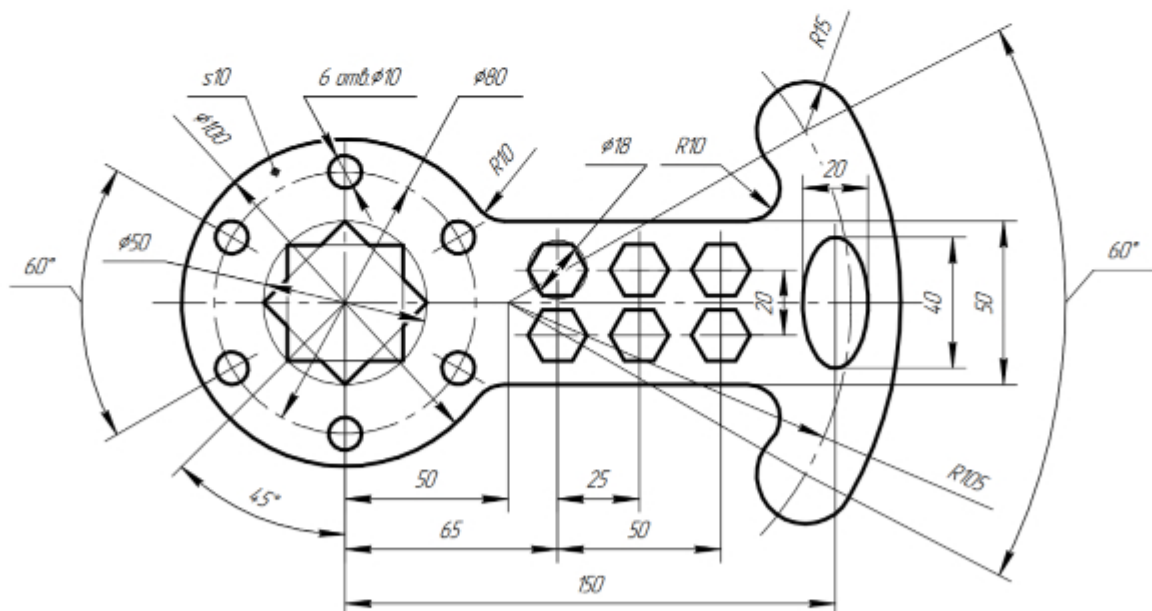

Рис. 1 Чертеж детали «Пластина»
- Построить 2D-эскиз для модели детали «Пластина» (рис. 1).